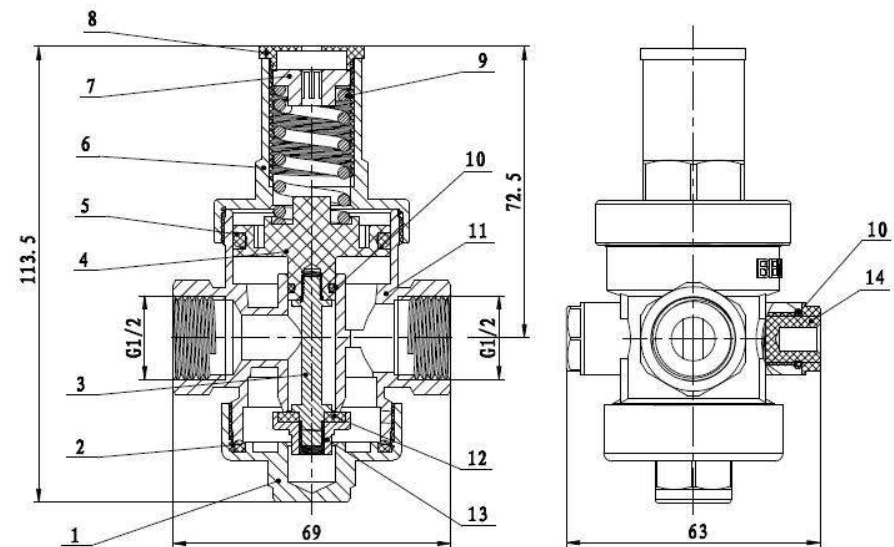

Рис.1
- 2.13 Габариты и присоединительные размеры приведены на Рис. 1.
- 2.14 Наименование деталей позиций (см. Рис.1) и материалы приведены в Таблице1.